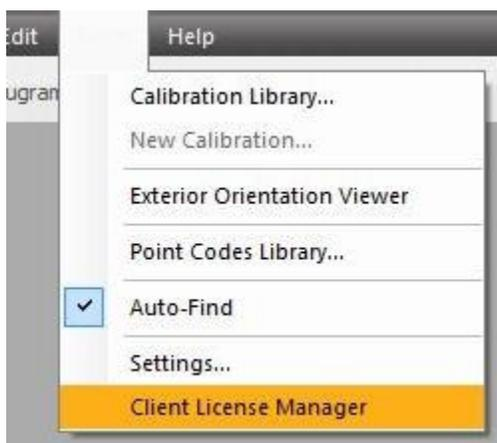
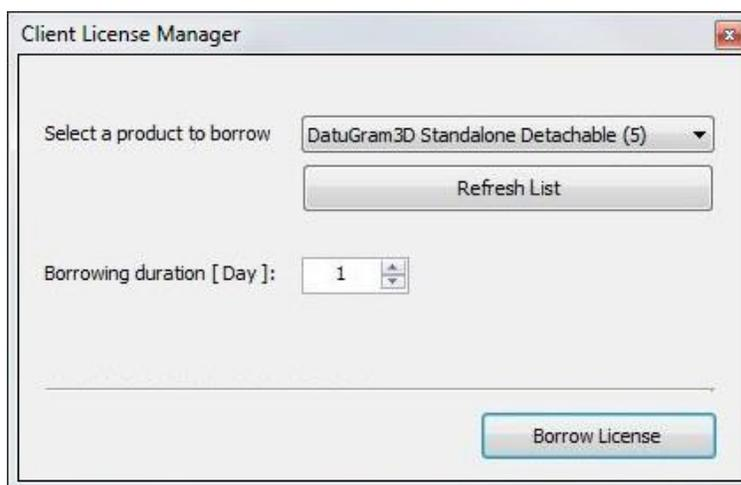

图 119 - 客户端许可证管理器
图 120 - 借用网络许可证
1. 要借用网络许可证，选择菜单选项“工具/客户端许可证管理程序”（图 119）。将启动外部应用程序，并显示可用的产品列表（图 120）。